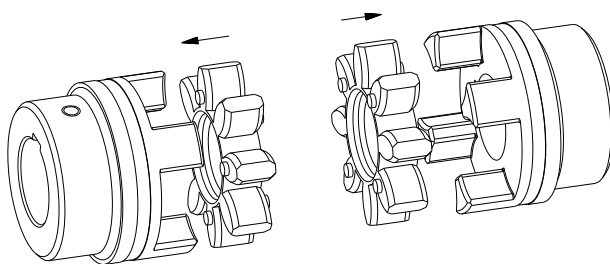

Рис. 11: Монтаж зубчатых венцов
- Вставьте зубчатые венцы в зону кулачков ступиц (см. рис. 11).